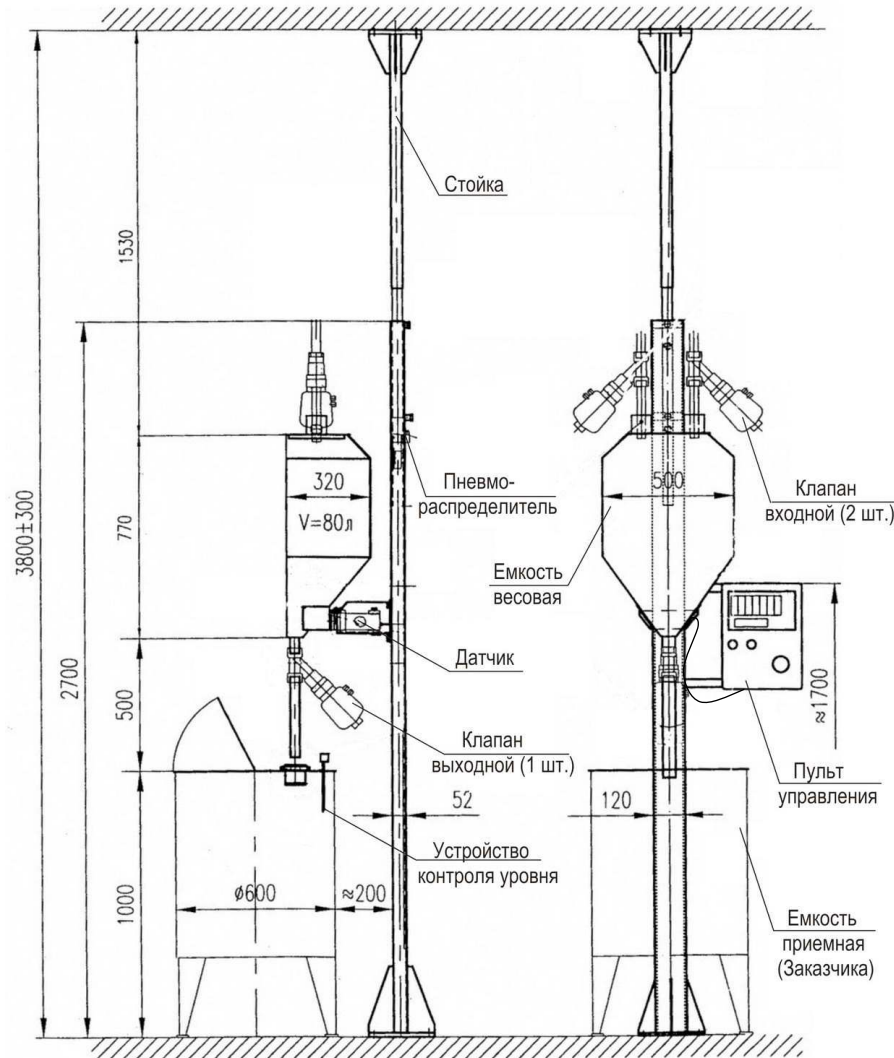

Рисунок 1 – Пример общего вида УВЕ-21
6.3 Емкость подвешивается через детали встройки датчика к стойке. Сама стойка крепится к потолку и полу цеха (рисунок 1). Под каждым дозатором располагается приемная емкость Заказчика, с установленным в ней устройством контроля уровня (с датчиками контроля верхнего и нижнего уровня).